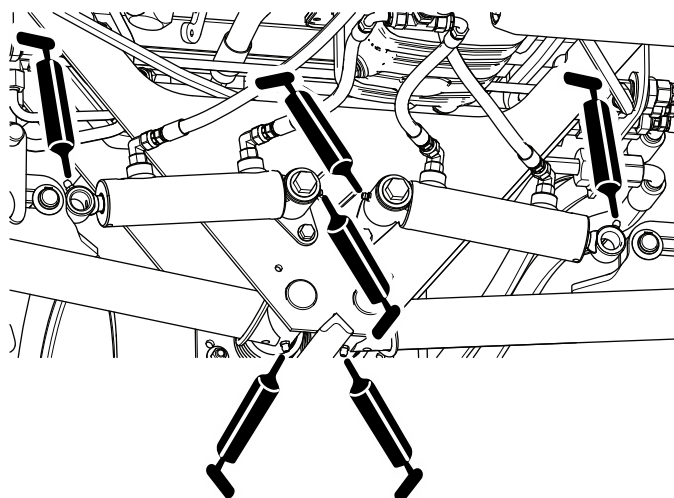

Рисунок 58
- Оси поворота задних подъемных рычагов и подъемные цилиндры (по 3 шт. с каждой стороны); см. Рисунок 58.